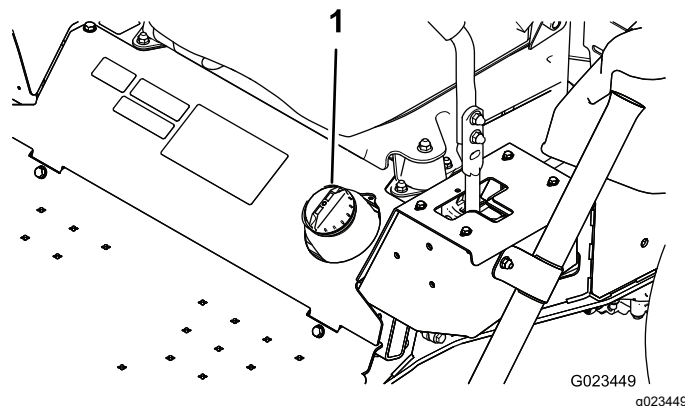

Figura 14
2. Limpie la zona alrededor del tapón del depósito de combustible (Figura 14).